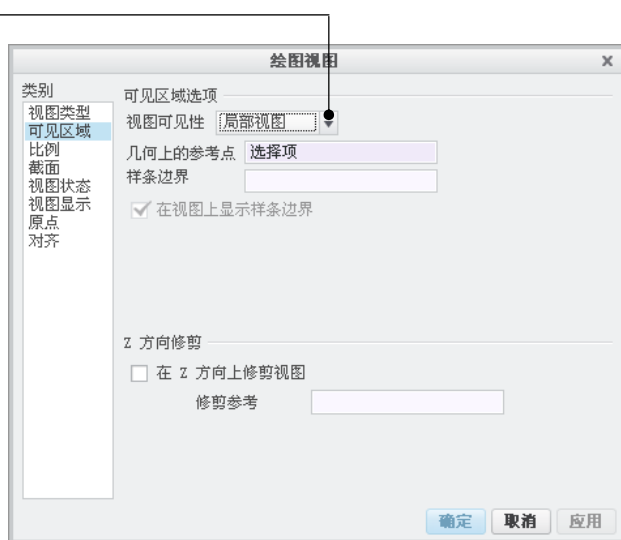

图 6.4.27 “绘图视图”对话框
Step4. 系统弹出图 6.4.27 所示的对话框，在该对话框中，选择 **类别** 选项组中的 **可见区域** 选项，将 **视图可见性** 设置为 **局部视图**。